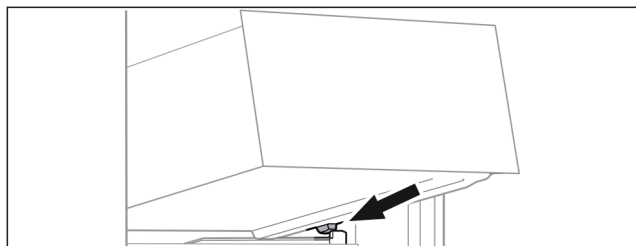

Fig. 25
- ▶ Placer le tiroir, en l'inclinant, derrière les butées sur la nervure de récipient. (voir Fig. 25)